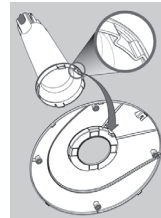

Figura 02
2. Alinhar a haste com a base através do rebaixo para encaixe conforme a **figura 02**.